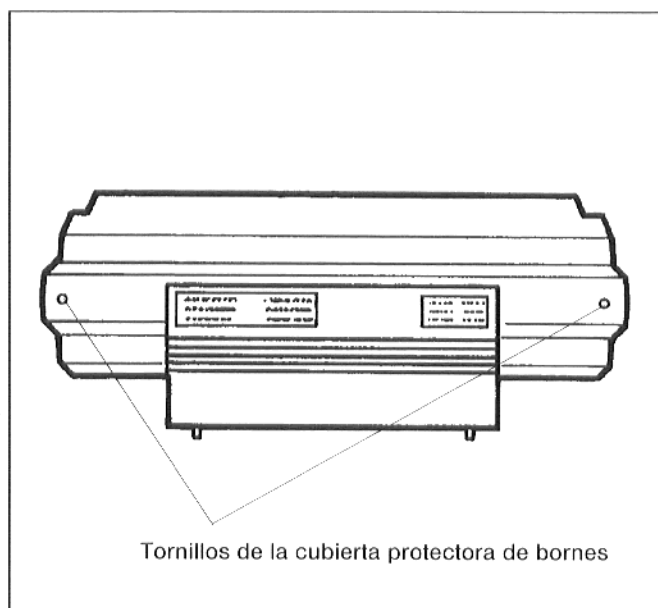

Fig. 2: Aparato de regulación Lado posterior
- Destornillar los dos tornillos de la cubierta protectora de bornes. Retirar la cubierta protectora de bornes (fig. 2).